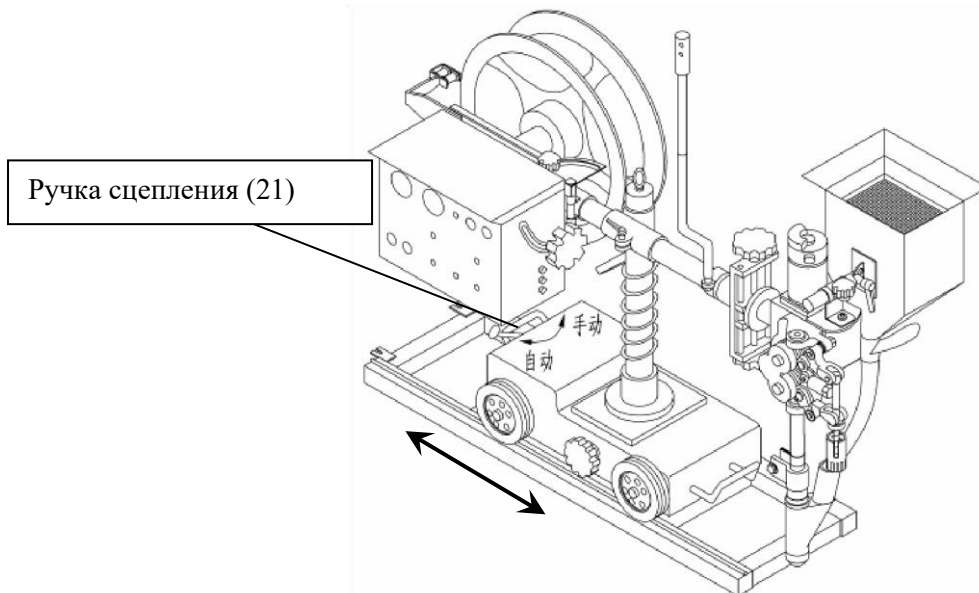

Рисунок 3: Перемещение сварочного трактора
- Подключение сварочного трактора к источнику питания производите только согласно приведённой ниже спецификации (см. Рисунок 3)